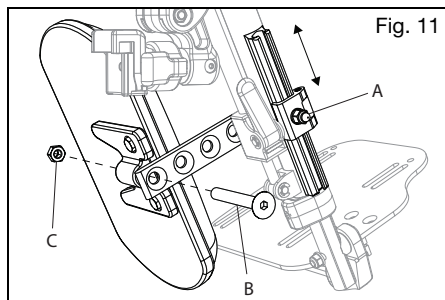

Fig. 11
- a. Afloje la tuerca (Fig. 11:A) usando una llave de 10 mm.
- a. Quite el tornillo (Fig. 11:B) y la tuerca (Fig. 11:C) en el brazo de la pantorrillera con una llave Allen de 5 mm y una llave de 13 mm.